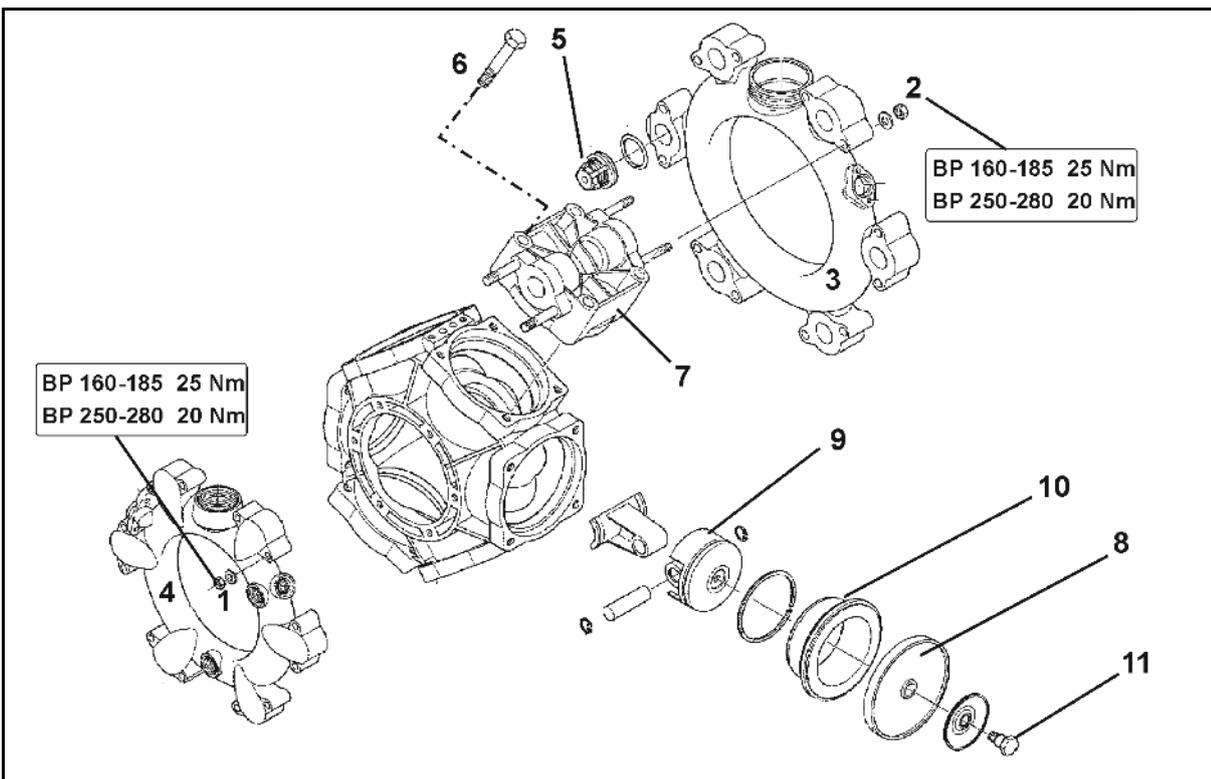

Fig. 194
2. Schrauben (Fig. 194/1) entfernen.
3. Ventildeckel (Fig. 194/2) abnehmen.
4. Ventilgruppen (Fig. 194/3) herausnehmen.
5. Ventildichtring (Fig. 194/4) und O-Ring (Fig. 194/5) herausnehmen.